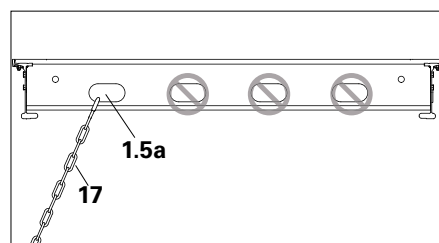

Fig. A10.05b
- Attaccare la catena di ancoraggio (17) solo alla prima fessura (1.5a) presente sul puntone trasversale più esterno C del pannello ADP (1) (Fig. A10.05b)